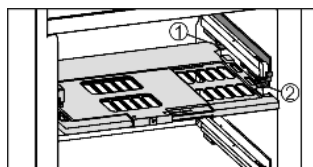

Fig. 12
- ▶ Vochtreguleringsplaat terugplaatsen: dekselranden van de plaat van onder in de achterste houder *Fig. 12 (1)* plaatsen en aan de voorkant in de houder *Fig. 12 (2)* vastklikken.